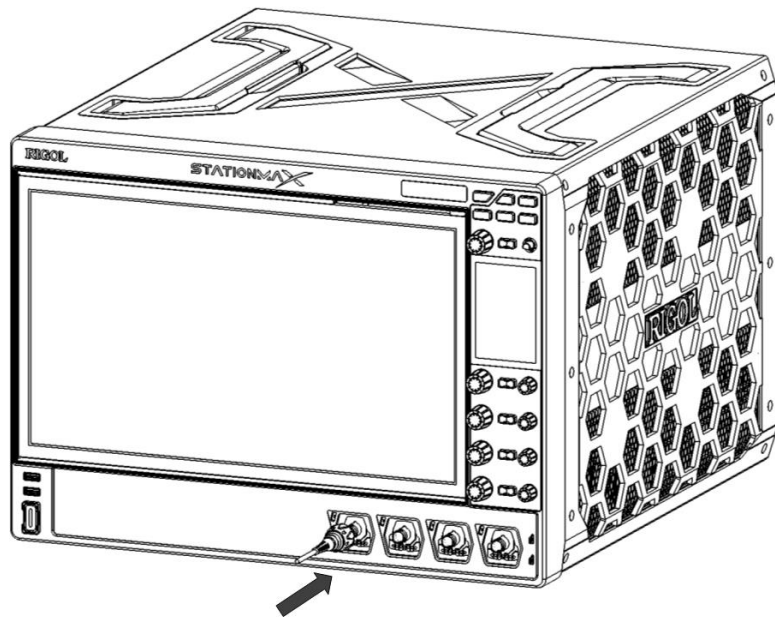

图 4.4 连接无源探头
1. 将探头的 BNC 端连接至示波器前面板的模拟通道输入端，如图 4.4 所示。